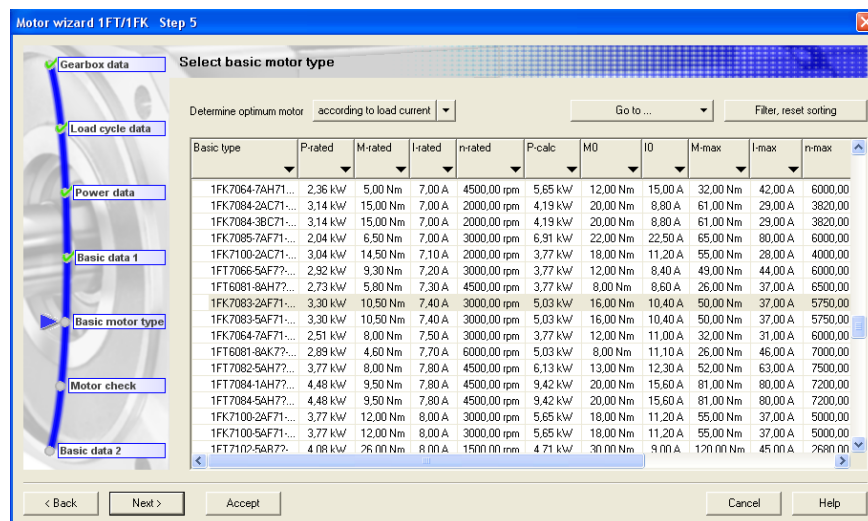

Figura 3.2.49 "Select basic motor type"
Paso 5 *Select basic motor type* (figura 3.2.49): como se puede observar en la figura, en este paso se procede a la selección del motor que mejor se adapte al sistema mecánico asociado y a las opciones anteriormente seleccionadas. Para ello se tiene la herramienta *Determine optimum motor*, la cual mostrará el motor óptimo dependiendo del criterio que se seleccione, en este caso se tienen tres opciones, *According to load current* (de acuerdo con la corriente de carga), *According to frame size* (de acuerdo con el tamaño de bastidor) y *According to rated current* (de acuerdo con la corriente nominal). Los resultados obtenidos para cada una de las opciones, vienen indicados en la tabla 3.2.4, donde se muestran los datos que Sizer indica como condiciones de trabajo del motor en el paso 3 de la configuración del motor.